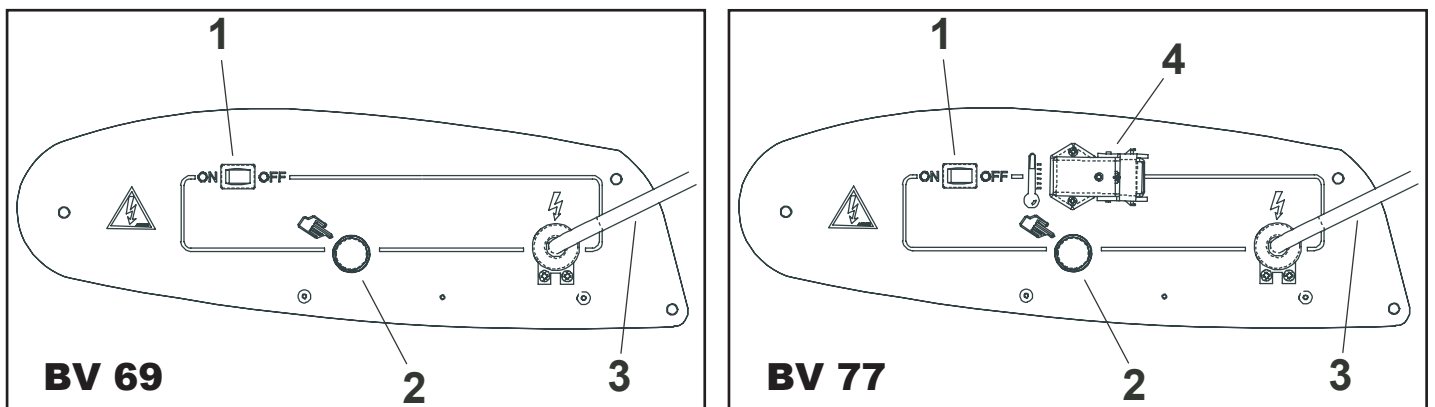

Abbildung 2 (A - B)
- der Schalter 1 (Abb.2) in die Stellung mit dem Symbol ON gebracht werden: der Ventilator läuft an und nach einigen Sekunden setzt die Verbrennung ein.
Bei der ersten Inbetriebnahme oder nach einer kompletten Entleerung der Ölleitung kann der Öldruck an der Düse zu niedrig sein und einen Eingriff der Flammenüberwachung hervorrufen, die den Generator anhält; in diesem Fall warten Sie etwa eine Minute und drücken dann die Reset-Taste 2 (Abb.2), um das Gerät neu zu starten. Wenn das Gerät nicht funktioniert, unternehmen Sie folgende Schritte:
2. drücken Sie die Reset-Taste 2 (Abb. 2);
Um das Gerät auszuschalten, muss der Schalter 1 (Abb. 2) auf "OFF". Die Flamme geht aus, der Ventilator läuft weiter, bis die Brennkammer vollständig abgekühlt ist.
Der Generator verfügt über eine elektronische Flammenüberwachung. Wenn eine oder mehrere Betriebsstörungen auftreten, bewirkt diese den Stillstand des Geräts und die Beleuchtung der Reset-Taste 2 (Abb. 2).